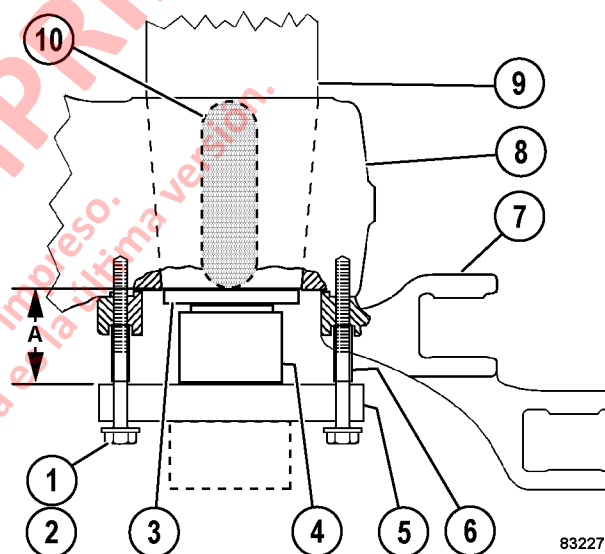

FIGURA 3-5. HERRAMIENTA DE EMPUJE CON CILINDRO
NOTA: Las herramientas de empuje antiguas (5, Figura 3-5) pueden estar fabricadas con un tubo redondo (ilustrado con una línea punteada) soldado a un lado. La herramienta se puede instalar invertida y puede utilizarse con un cilindro hidráulico, como se muestra en la imagen.
Consulte la sección M8, Herramientas especiales, para obtener información sobre las dimensiones para fabricar la herramienta de empuje del husillo y los espaciadores (6, Figura 3-5). También será necesario utilizar tornillos y arandelas especiales.
16. Utilice 16 tornillos (1, Figura 3-5) y arandelas (2) con las siguientes características:
18. Instale la herramienta de empuje (5) como se muestra en la Figura 3-5 y utilice solo tres tornillos (1), tres arandelas (2) y tres espaciadores (6). Los tres tornillos deben quedar separados a la misma distancia. Apriételos a **68 N·m (50 ft lb)**.
21. Comience por aplicar presión al cilindro hidráulico para separar las piezas. Si se alcanza la fuerza máxima especificada del cilindro hidráulico y las piezas cónicas no se han separado, aplique calor lenta y uniformemente al husillo como se muestra (10, Figura 3-5). Aplique calor en dos ubicaciones separadas en 180 grados. Permita que el calor ingrese al husillo. Luego, vuelva a aplicar calor si es necesario. **No exceda 454 °C (850 °F) en ninguna parte del husillo.**